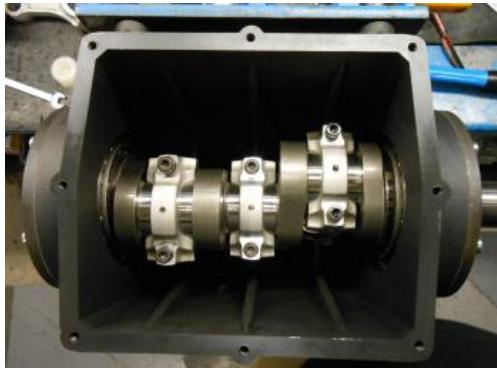

图 3
- 拆下连杆支脚，要记住每个支脚相对于连杆的位置(图 3)；